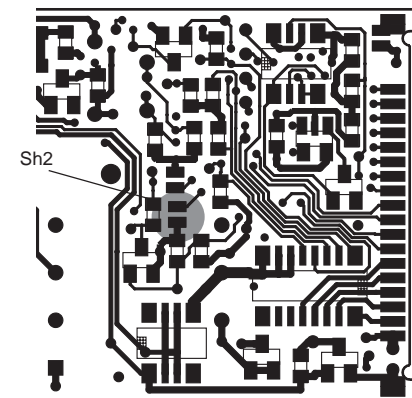

Fig.9
- 5) Saldare le piazzole del ponticello Sh2 (vedere Fig. 9).